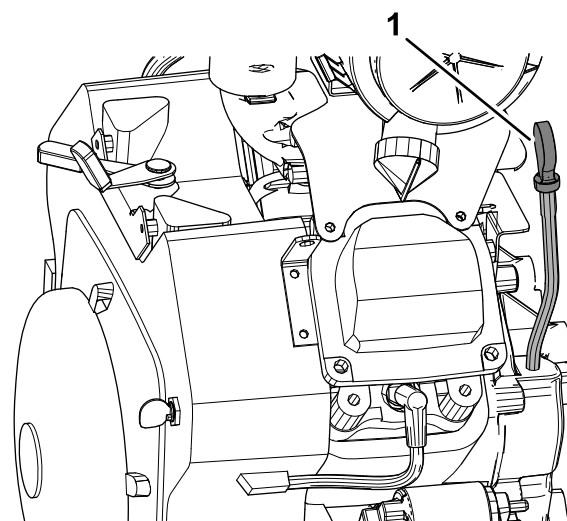
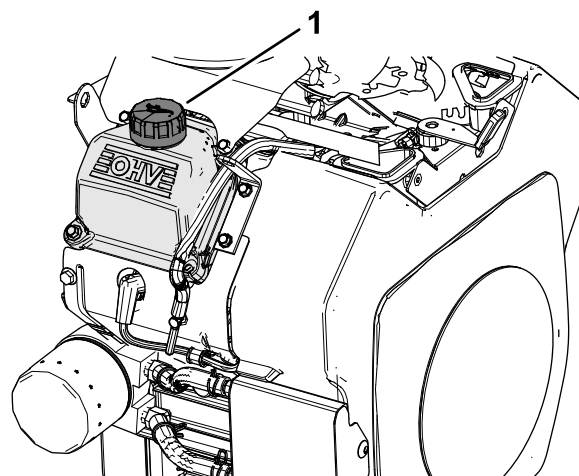

Figura 28
Figura 29
2. Limpie la zona alrededor de la varilla de aceite y el tapón de llenado de aceite de la tapa de válvulas (Figura 28 y Figura 29).
3. Retire la varilla de aceite y limpie el extremo (Figura 28).